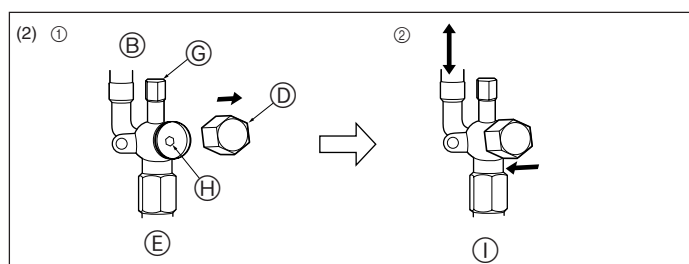

Fig. 4-7
- ① Enlever le capuchon, ramener la poignée vers soi et la tourner d'un quart de tour en sens inverse des aiguilles d'une montre pour ouvrir la vanne.
- ② Vérifier que la vanne d'arrêt est complètement ouverte, appuyer sur la poignée et tourner le capuchon pour le ramener sur sa position d'origine.
(2) Côté liquide (Fig. 4-7)
- ① Retirez le bouchon, et tournez la tige de soupape à fond dans le sens antihoraire avec une clé hexagonale de 4 mm [5/32 inch]. Arrêtez de tourner quand elle frappe la retenue. (ø6,35 [1/4 inch]: env. 4,5 tours) (ø9,52 [3/8 inch]: env. 10 tours)